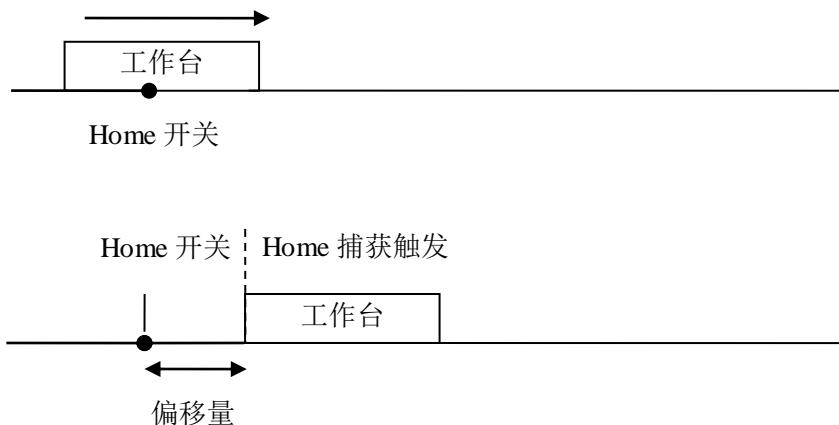

图 8-2 Home 回原点示意图 2
- (2) 当 Home 信号产生时，读取 Home 信号触发时工作台的实际位置。这时轴依然向前运动，将点位运动目标位置修改为“Home 捕获位置+偏移量”。一般会将原点开关处偏移一段距离处设为目标位置，如图 8-2 所示。